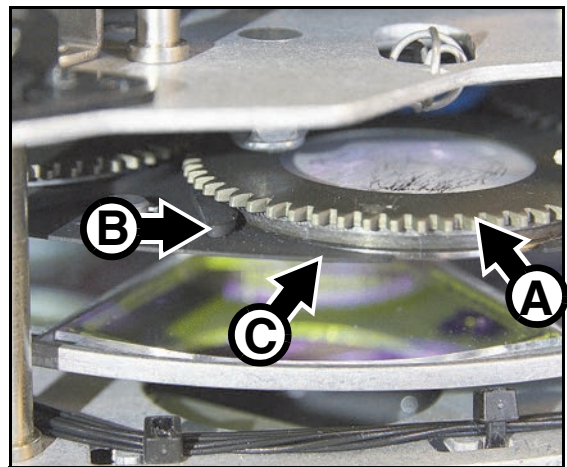

Bild 16: Entfernen des Gobos
6. Siehe Bild 16. Fassen Sie den Gobohalter **A** am Rand und ziehen Sie ihn aus der Feder **B**. Der Flansch **C** muss über das Goborad stehen, um den Gobohalter entfernen zu können. Kippen Sie den Gobohalter stärker an, damit der Flansch **C** aus dem Goborad rutschen kann.